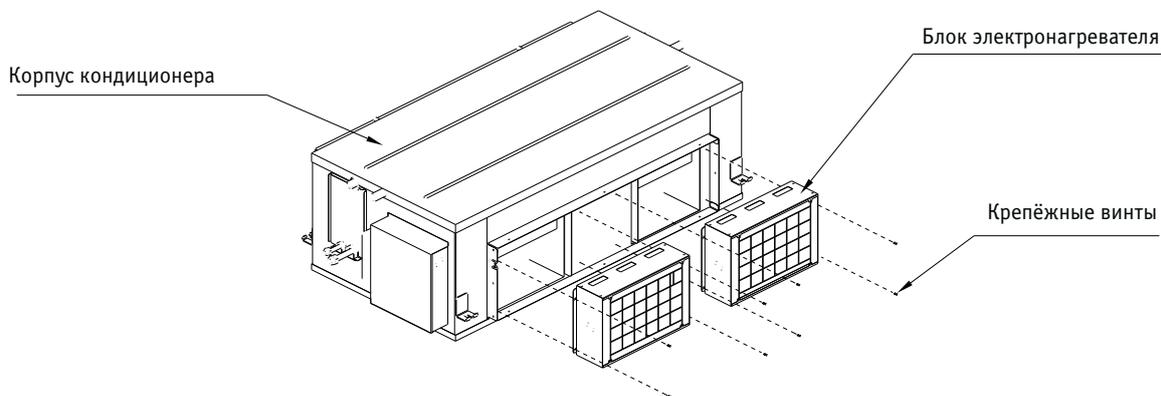
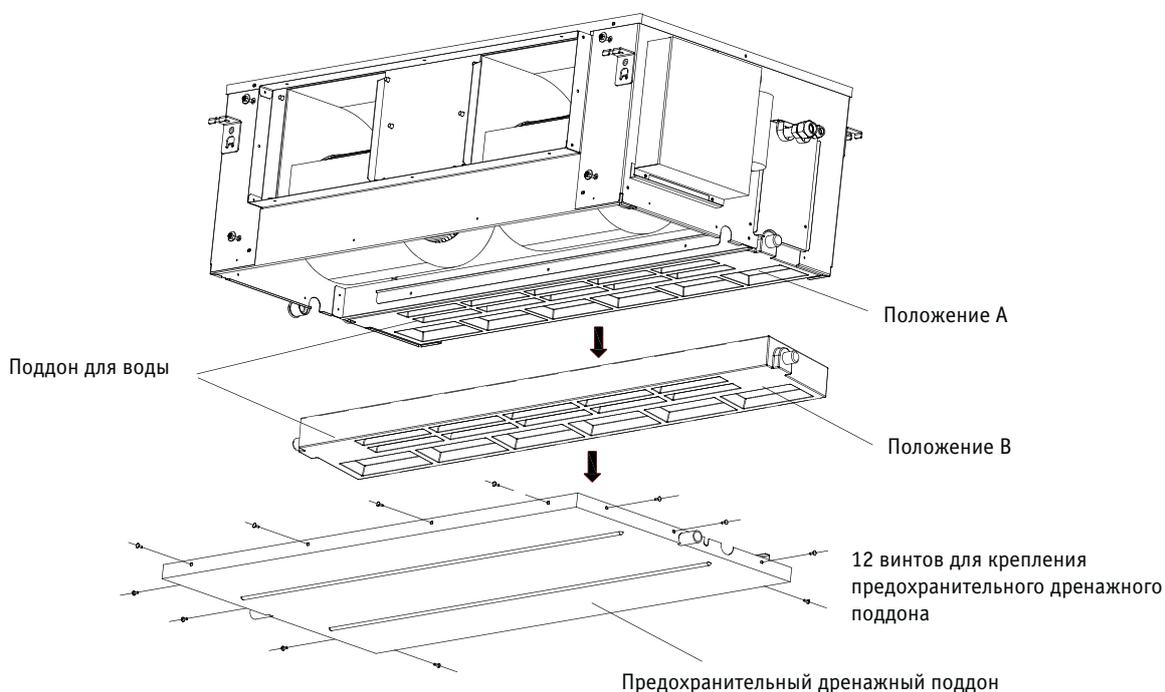

Рис. 5-16
Рис. 5-17
Установка блока электронагревателя изображена на Рис. 5-16.
1. См. Рис. 5-16. Отверните все 11 винтов крепления предохранительного дренажного поддона и снимите его.
2. См. Рис. 5-16. Отверните все 4 болта крепления блока вентилятора. Порядок демонтажа указан на Рис. 5-17.
3. См. Рис. 5-17. Сместите до упора блок вентилятора в горизонтальном направлении, затем, чтобы снять его, слегка приподнимите и опустите вниз.